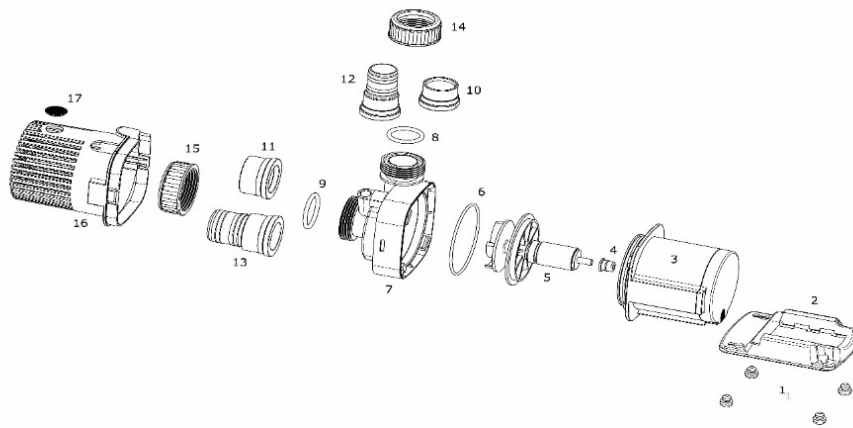

Fig. 2.: AC Runner 3.0
- **AC Runner – para sus partes, por favor vea Fig. 2 resp. 3**